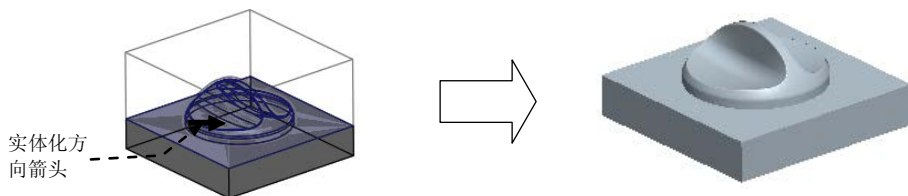

图 11.23 实体化创建下模
Step3. 接受图 11.23 所示的系统默认的实体化箭头方向, 在操控板中单击 按钮, 实体化后的下模如图 11.23 所示。